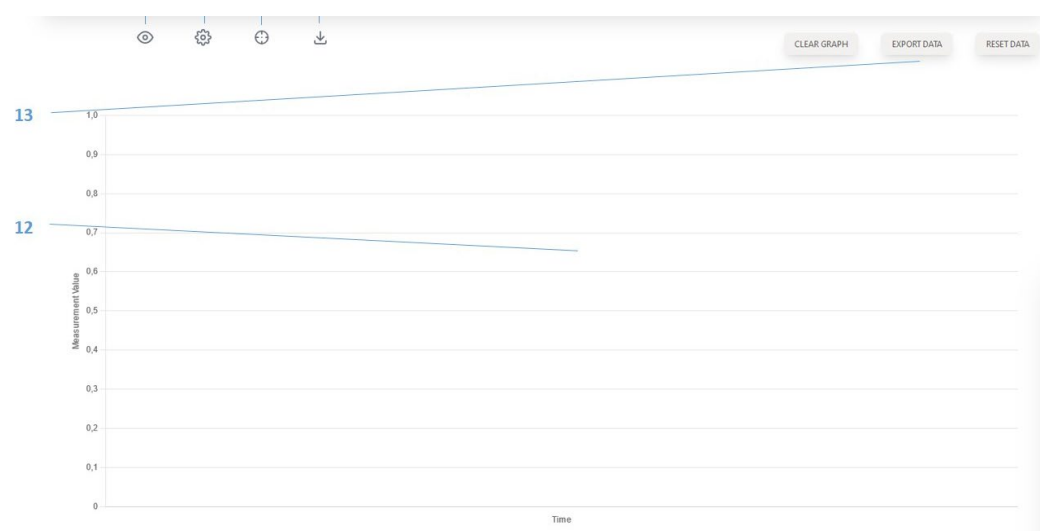

图 11: 起始页面 – 主界面
主界面 (12) 将显示包含当前数据（例如，测量或校正见 图 11）的图表或重要的弹窗提示。在起始页面，由于尚无可用数据，将显示空白图表。